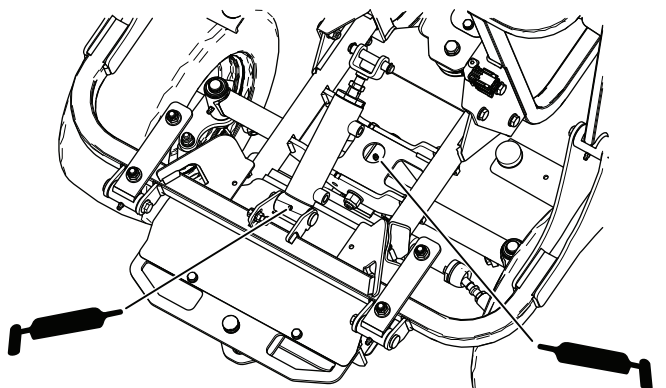

Figura 46
- Pivote de cilindro de la tolva y pivote del eje trasero (Figura 46)